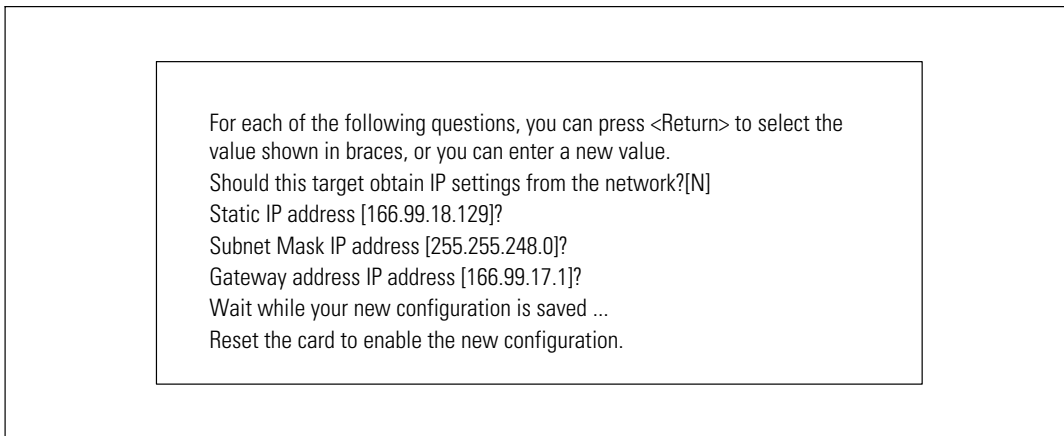

Figure 42. Modification des paramètres réseau
- **Modify Network settings:** Pour modifier les paramètres réseau existants (voir la Figure 42). Redémarrez la carte pour activer les nouveaux paramètres. En mode DHCP, la carte peut recevoir les paramètres indiqués ci-après en fonction du paramétrage du serveur DHCP :